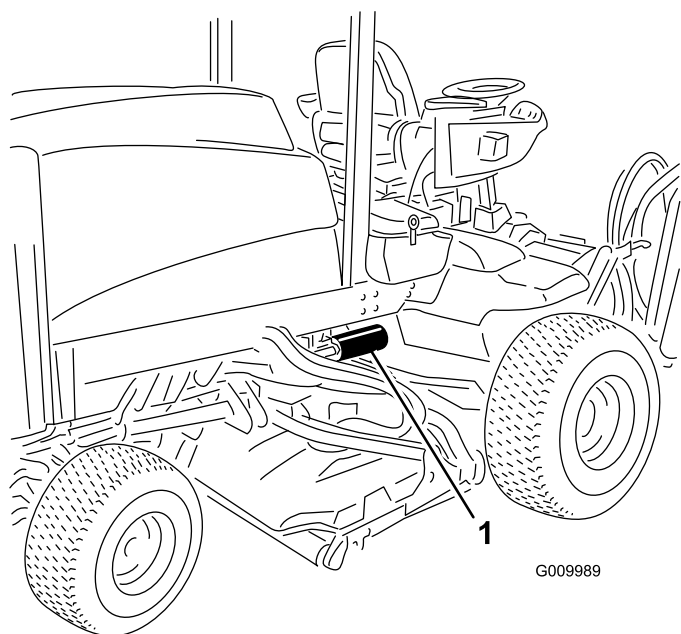

Рисунок 61
3. Подставьте под фильтр поддон, а затем снимите фильтр (Рисунок 60 и Рисунок 61).